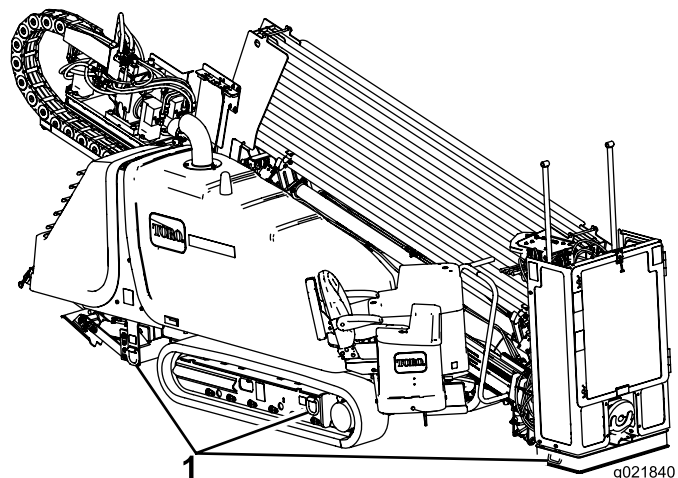

Figura 36
8. Usando correntes e cintas com resistência adequada, prenda os anéis nas lateiras da esteiras esquerda e direita e da placa de ancoragem ao reboque (Figura 36).